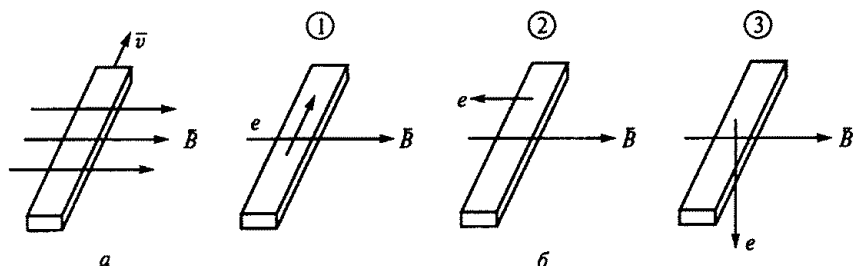

Рис. 51
2.25. Брусек из меди перемещается в магнитном поле, как показано на рис. 51, *а*. Указать направление ЭДС индукции в этом бруске по рис. 51, *б*.